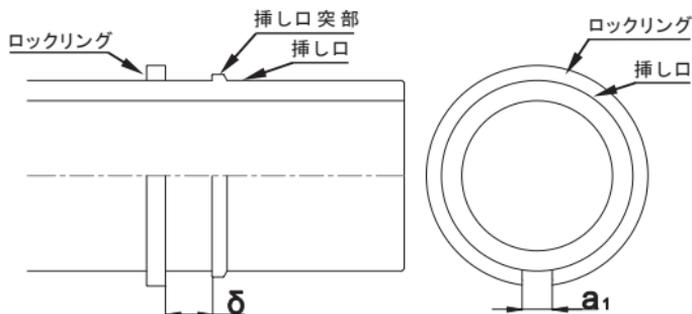

図7 ロックリングの分割部間隔の測定位置
- 1) 図7に示すように、清掃したロックリングを挿し口突部から表7に示す δ だけ離れた位置にロックリング分割部が管底にくるようにして預け、ラッシングベルト等でロックリング全周を挿し口に抱きつかせた状態でロックリング分割部の間隔 (a_1) を測定する。